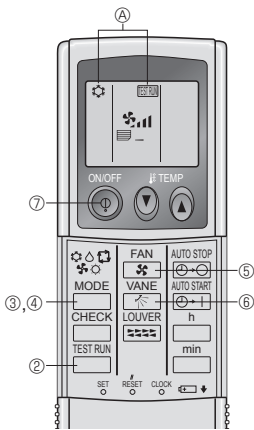

Fig. 7-5
7.2.2. Uso del comando a distanza senza filo (Fig. 7-5)
- ① Attivare l'alimentazione almeno 12 ore prima della prova di funzionamento.
- ② Premere due volte continuamente il pulsante . (Avviare questa operazione con il display del comando a distanza spento.)
- ③ Premere il pulsante (, , ,) per attivare il modo e controllare poi se l'aria fredda viene soffiata dalla sezione interna.
- ④ Premere il pulsante (, , ,) per attivare il modo (riscaldamento) e controllare se l'aria riscaldata viene soffiata dall'unità.
- ⑤ Premere il pulsante e verificare se la velocità del ventilatore cambia.
- ⑥ Premere il tasto e controllare se le alette automatiche si muovono correttamente.
- ⑦ Premere il pulsante di accensione/spegnimento ON/OFF per arrestare la prova di funzionamento.